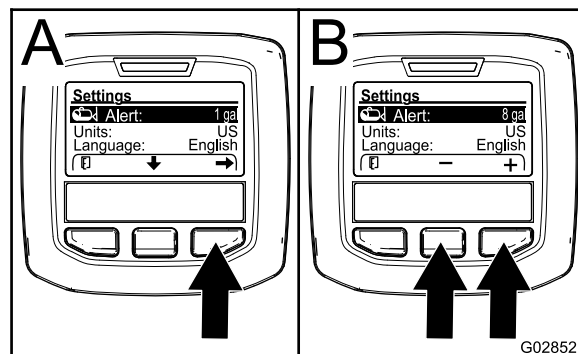

Figure 69
- Appuyez sur le bouton de sélection central pour mettre en surbrillance le réglage Alerte (Figure 69).
- Appuyez sur le bouton de sélection droit (Figure 69).
- Utilisez le bouton de sélection central ou droit pour entrer la quantité minimum dans la cuve à laquelle l'alerte s'affichera pendant le fonctionnement du pulvérisateur (Figure 69).